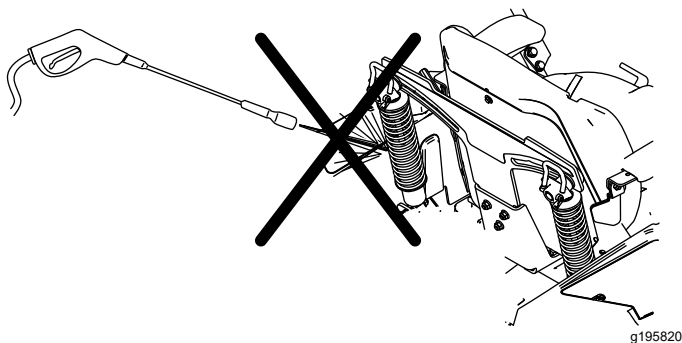

Figure 108
**Remarque:** Ne nettoyez pas les amortisseurs au jet d'eau sous pression (Figure 108).